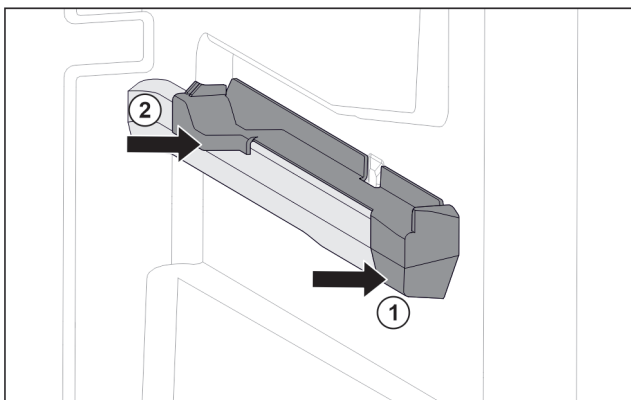

Fig. 124 Pieza de acoplamiento en la nervadura para recipientes derecha
- ▶ Coloque la pieza de acoplamiento delante en la nervadura para recipientes. Fig. 124 (1)
- ▶ Presione la pieza de acoplamiento por detrás. Fig. 124 (2)